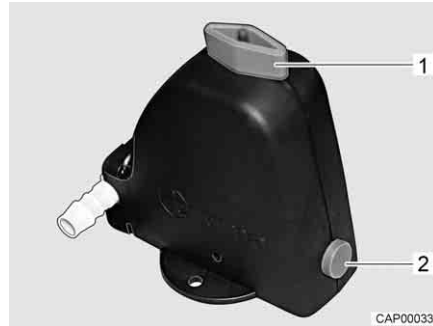

Fig. 246 Valve de sécurité et de vidange (Truma)
- Ouvrir la valve de sécurité et de vidange (Truma). Tourner le bouton rotatif (Fig. 246,1) dans le sens longitudinal par rapport à la valve de sécurité et de vidange. Le bouton-poussoir (Fig. 246,2) ressort.